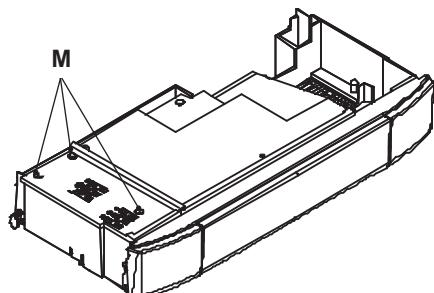

рисунок 5.17
- Ослабьте винты М и снимите сервисную панель (рисунок 5.17). Для электрического подключения котла, используйте электропровода которые соответствуют настоящим нормам, в гибкой изоляции, с сечением не менее 0,75 мм2 для каждой жилы.